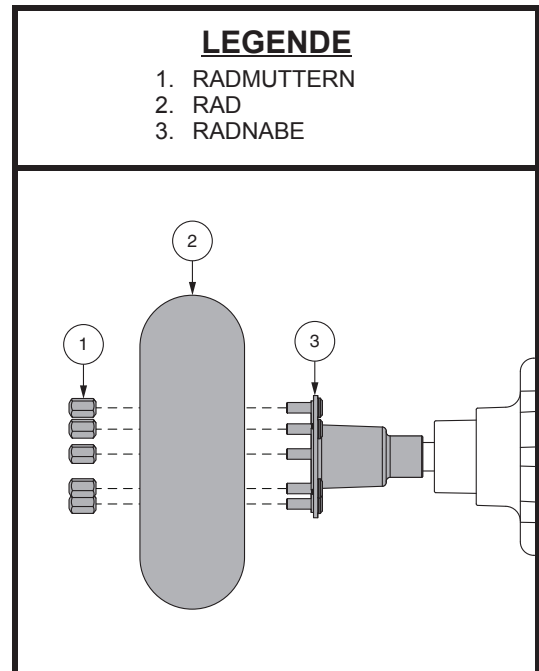

Abb. 21. Reifenradenthebung
4. Entfernen Sie die Radmuttern Antriebsrades von der Radnabe. **Siehe Abb. 21.**